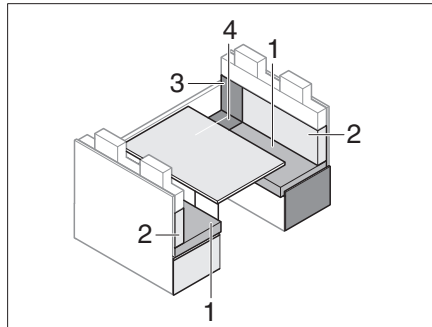

Fig. 195 Prima della trasformazione
- Rimuovere i cuscini dello schienale (Fig. 195,2) e riporli di lato.